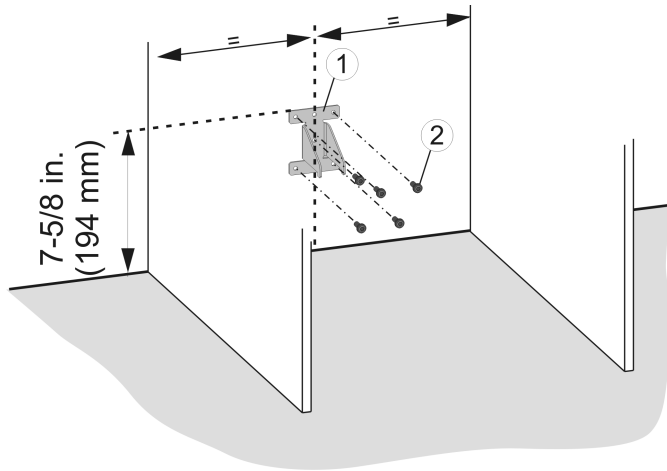

Fig. 28
- Installer la sécurité anti-basculement Fig. 28 (1) en utilisant des vis Fig. 28 (2) appropriées.